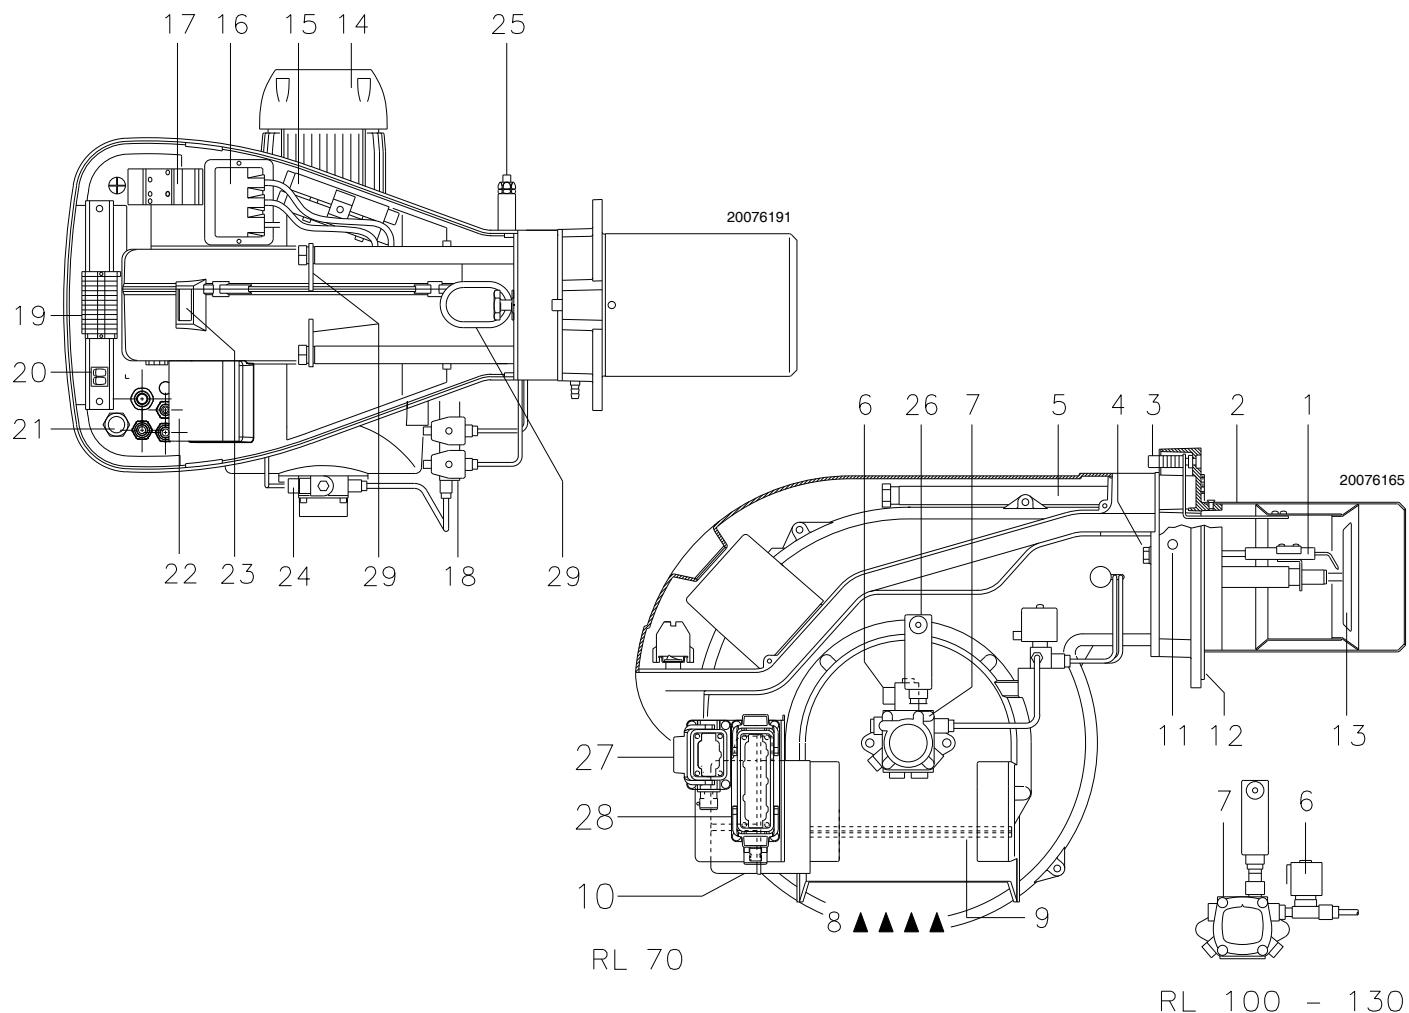

Fig. 4
- 2 - Rallonges 15)(Fig. 4 à la page 10) de guides 5)
l'allumage du bouton-poussoir (led rouge) du coffret de sécurité 22)(Fig. 4) signale que le brûleur s'est bloqué. Pour le débloquer appuyer sur le bouton pendant un temps compris entre 1 et 3 secondes.
pour le débloquer appuyer sur le bouton-poussoir du relais thermique 17)(Fig. 4).
- soulever le brûleur complet en s'accrochant aux 3 bagues de levage 29)(Fig. 4 à la page 10).